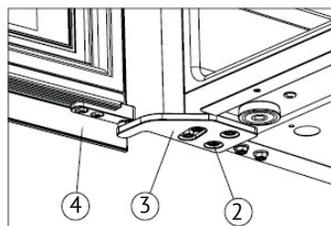

Рисунок 5
➔ Установите правую верхнюю петлю (3) и затяните винты М5*16 (2) (Рисунок 5).